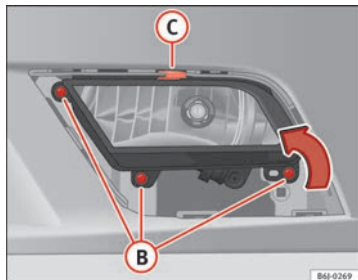

Fig. 158 Faro fendinebbia
- Rimuovere le viti (3x) ⇒ fig. 158 (B) per estrarre il faro fendinebbia.
- Rimuovere la graffa metallica situata nella parte superiore del faro fendinebbia tirando verso l'esterno ⇒ fig. 158 (C).